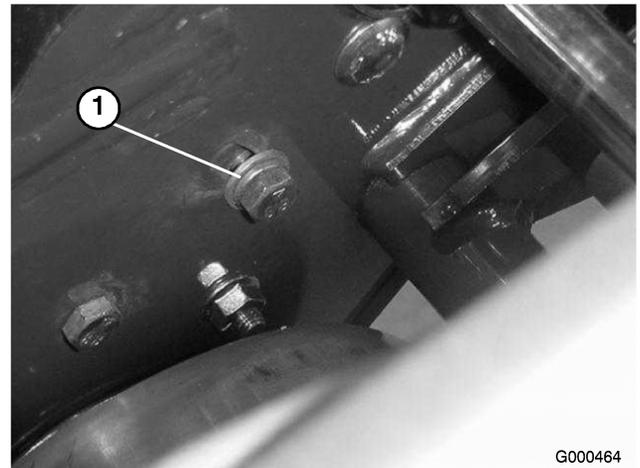

図 40
- A. サイド・プレートの裏側でアイドラ・ブラケットをサイド・プレートに止めているキャップスクリュ（図 40）をゆるめる。